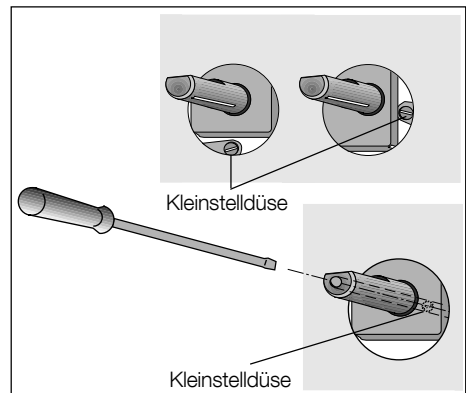

Abb. 4
- 3) Handelt es sich um einen Hahn mit By-passnadel im Inneren des Stabes, so reicht es, je nach Gasart fester oder lockerer zu schrauben (Abb.4). Im nächsten Absatz finden Sie die entsprechende Anleitung.